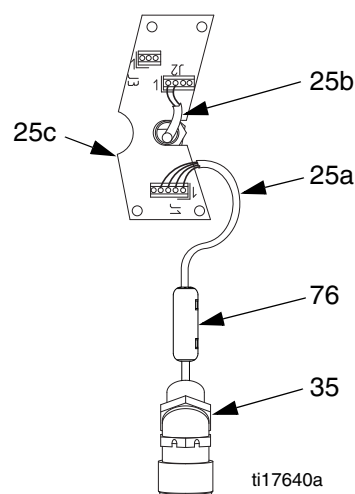
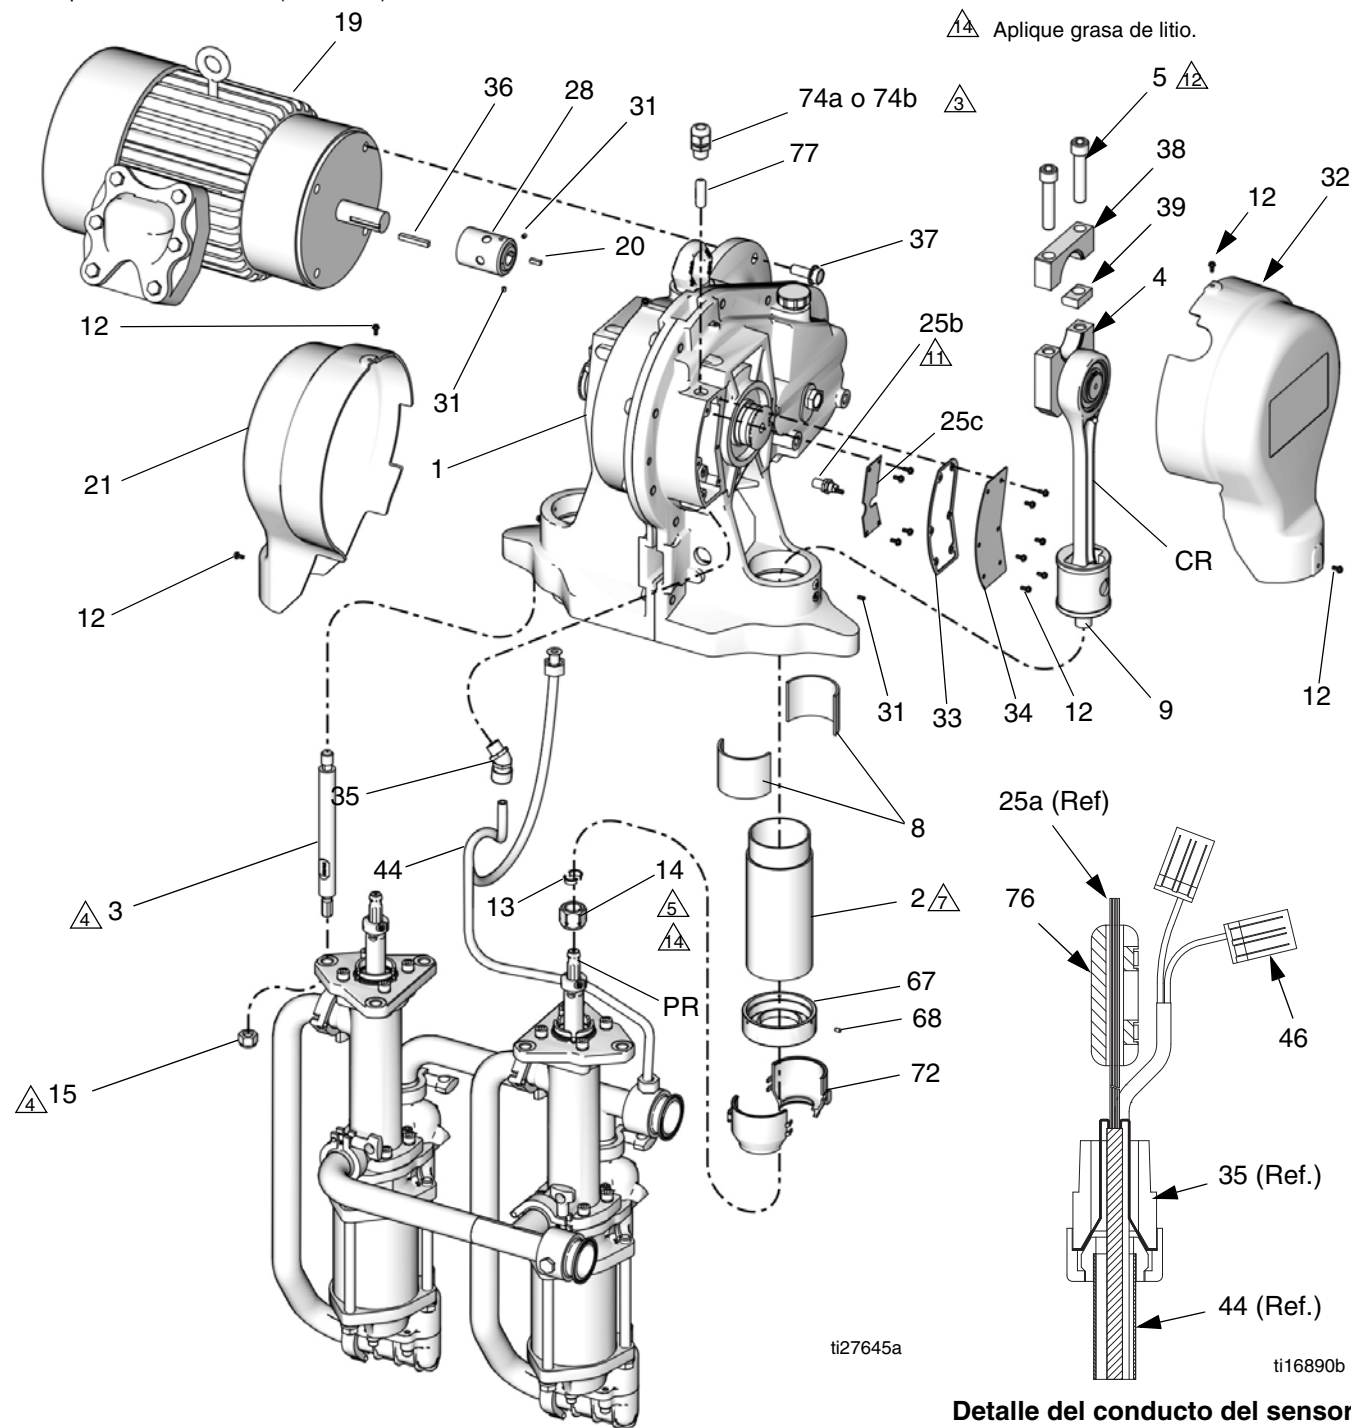

FIG. 29. Conexiones de cables de la tarjeta de circuito
FIG. 30: Sustitución del reductor de engranajes
- Levante el motor (19) a su posición. Alinee la chaveta (36, FIG. 30) en el eje del motor con la ranura de acoplamiento del acoplador de motor y los cuatro orificios de montaje con los orificios en el reductor de engranajes (1). Deslice el motor hasta su posición.
- Mientras una persona sujeta el motor (19), instale los tornillos (37). Apriete a 102-108 N•m (75-80 ft-lb).
1. Ponga el motor en modo JOG (movimiento momentáneo) para mover la base de bomba en el lado opuesto al del motor al extremo inferior de su carrera. Esto permite acceder a la tuerca de acoplamiento (14).
4. Vea la FIG. 30. Retire las protecciones (72). Desconecte el varillaje de accionamiento. Consulte los pasos 4 a 11 en las páginas 24 a 25.
8. Retire el motor (19), vea la página 28.
9. Vea la FIG. 30. Retire los tornillos (12), la cubierta de la tarjeta de circuito (34), y la junta (33). Retenga la cubierta y los tornillos. Deseche la junta.
- a. Vea la FIG. 29. Desconecte el cable del transductor (25a) de J1 en la tarjeta de circuito (25c). Retire y retenga la ferrita (76).
- c. Desconecte los cables del circuito de campo de IS de J2 y J3 en la tarjeta de circuito y de los dos bloques de terminales (46). Desconecte los cables del sensor de posición de los dos bloques de terminales. Retenga los bloques de terminales.
- e. Desenrosque los alivios de esfuerzo de conductor (74a y 35) de la carcasa de engranajes. Tire del alivador de esfuerzo de 45° (35) y del conducto del transductor para sacarlos de la carcasa. No desconecte el transductor de la lumbrera de salida (P).
- f. Desconecte el sensor de posición y las piezas de fijación de la carcasa de engranajes (1). Consulte la página 22. Asegúrese de retirar el adaptador del sensor de posición (78). Retenga estas piezas.
11. Desenrosque las tuercas de seguridad (15) de las varillas de unión (3). Retire la sección de fluido completa. Desenrosque las varillas de unión (3) de la carcasa de engranajes.
12. Vea la FIG. 30. Retire el tornillo de fijación (31). Desenrosque el cilindro de corredera (2) del reductor de engranajes.
2. Instale el motor (19), vea la página 30.
3. Vea la FIG. 30. Enrosque el cilindro de corredera (2) en el reductor de engranajes nuevo (1). Apriete a 21-27 N•m (15-20 ft-lb). Instale los tornillos de fijación (31). Apriete a 3,4-3,9 N•m (30-35 in-lb).
4. Enrosque las varillas de unión (3) en la carcasa de engranajes. Apriete a 68-80 N•m (50-60 ft-lb).
5. Oriente las bases de bomba (22) hacia el reductor de engranajes (1) como se muestra. Coloque en posición las bases de bomba sobre las varillas de unión (3). Enrosque las tuercas de seguridad (15) en las varillas de unión. Apriete las tuercas de seguridad a 68-80 N•m (50-60 ft-lb).